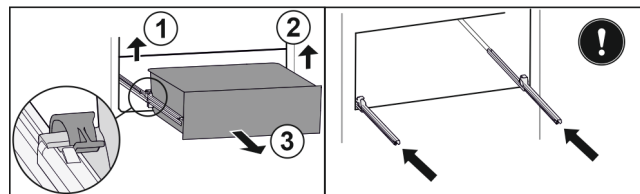

Fig. 119
- ▶ Приподнимите левый зажим и одновременно вытяните движением вперед выдвижной ящик слева. Fig. 119 (1)
- ▶ Приподнимите правый зажим и одновременно вытяните движением вперед выдвижной ящик справа. Fig. 119 (2)
- ▶ Извлеките выдвижной ящик движением вперед. Fig. 119 (3)